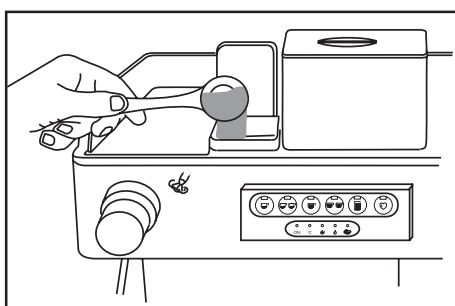

Fig. 11
- Die Abdeckung des Dosiers hochklappen. Mit dem Dosierlöffel Kaffeepulver in den Behälter einfüllen (Abb.11).